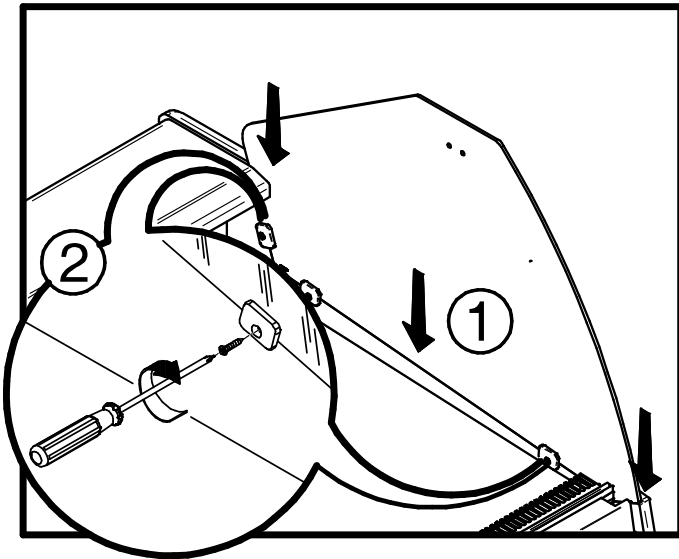

FIG. 7
1. Die seitlichen Scheiben in ihren Rahmen positionieren und die Blockierung vornehmen, indem die Kunststoffglashalter auf den kunststoffgeformten Seitenwänden angeschraubt werden (ABB. 7).